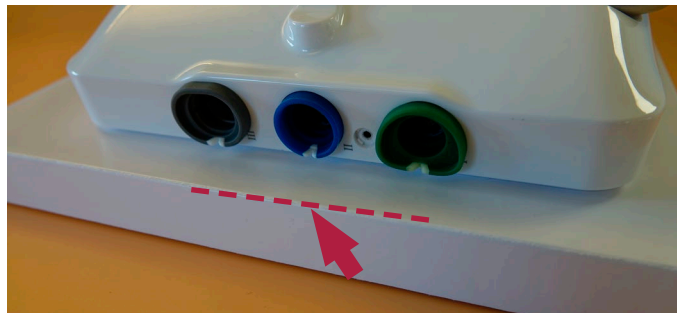

Figura 30 Colocación de la carcasa trasera, empezando por el lado con los anillos de color
- c) **Coloque la carcasa trasera en la unidad de visualización, empezando por el lado en el que se encuentran los anillos de color (Figura 30).**